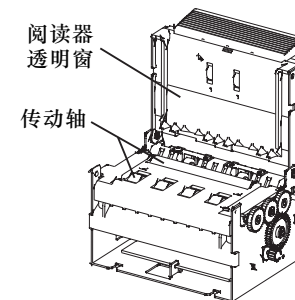

图33
- 2) 捏住阅读器塑料挡板翻开阅读器第一层结构便可看见读票透明窗口和黑色传动轴（图33）。